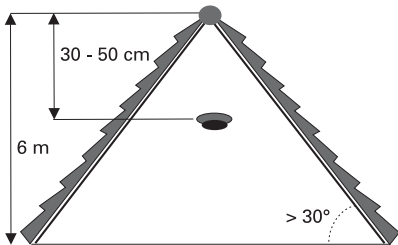

Fig. 2 : Pose du VL Détecteur de fumée radio sur les pentes du toit.
- La pose sur une pente de toit ou dans des angles doit être absolument évitée (voir figure 2 à la page 21).
Ne pas monter le détecteur de fumée radio dans les angles car ici, en cas d'incendie, de l'air sans fumée peut se concentrer. Pour les pièces avec une pente de toit de plus de  $30^\circ$  et une hauteur totale pouvant atteindre 6 m, il faut respecter une distance de 30 à 50 cm à partir de la pointe. Voir figure 2. Pour une pente de toit pouvant atteindre  $45^\circ$ , le détecteur peut être monté sur les pentes du toit.